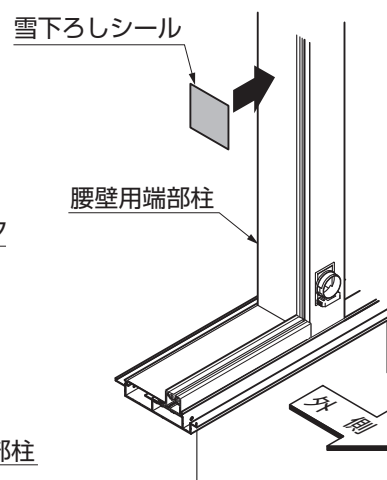

図5-3
- ① 柱フタを腰壁用端部柱の内側からはめ込んでください。
- ② 端部柱の見やすい位置に雪下ろしシールを貼付けてください。(図5-3参照)